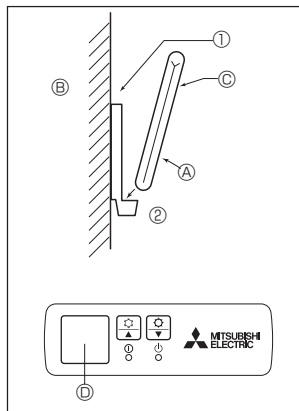

Fig. 6-2
2) Μέθοδος εγκατάστασης (Fig. 6-2)